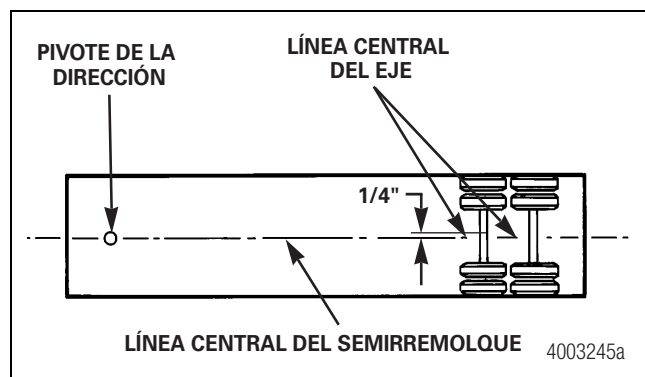

Figura 8.1
- Un eje que ha sido instalado con la línea central ubicada a más de 0.25 de pulgada (6.3 mm) de la línea central del semirremolque. Figura 8.1.